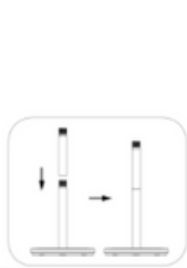

Рис.2
2. Прикрутіть другу стійку до стійки, встановленої на попередньому кроці, та надійно затягніть, щоб встановити головку (рис. 2).